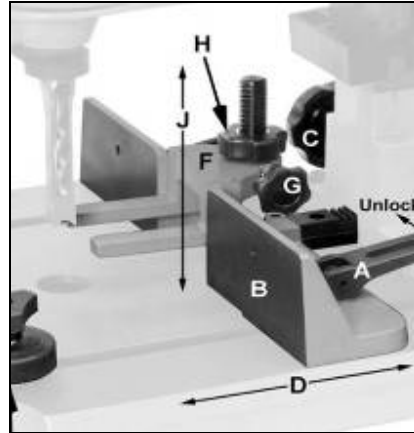

Fig 7
Der Anschlag (B, Fig 7) kann mit den Stellgriffen (C) verstellt und mit den Excenterspannern (A) festgesetzt werden.